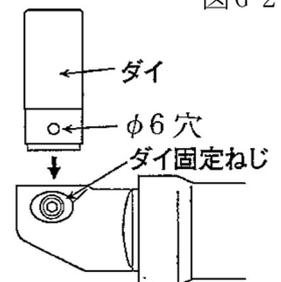

図 G-3
3. ダイ固定ねじをゆるめダイを抜き取ります。(図 G-3)
5. ダイの横穴と固定ねじの方向を合せ、ダイ取り付け穴に差し込み、ダイ固定ねじを完全にねじ込んでダイの抜け止めを行ないます。(図 G-3)